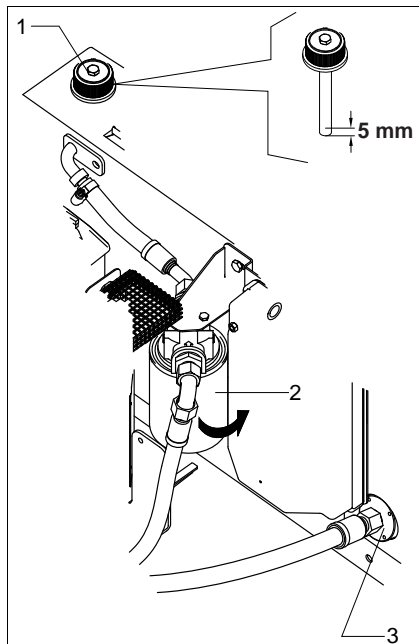

Fig.23 Filtro de óleo hidráulico
- Desaperte a tampa com vareta (Fig. 23/1)
- Rode o filtro (Fig. 23/2) em sentido de contra-relógio para o desapertar e retirar.